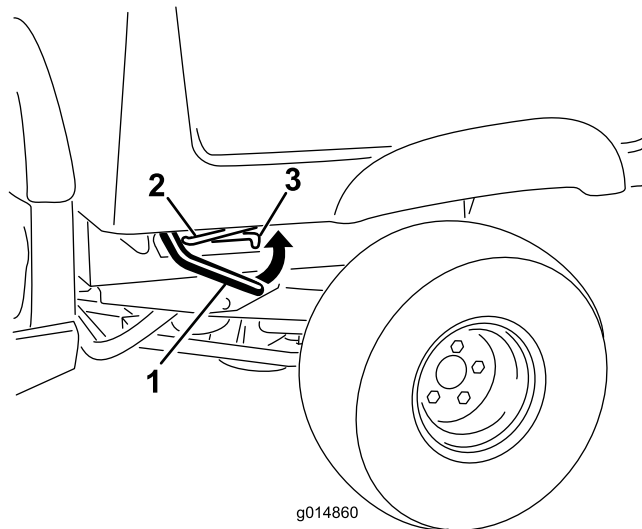

図 11
1. 荷台の前側の角部ちかくにあるラッチレバーを持ち上げて、荷台を上昇させる 図 11。
2. 荷台が上がったら、車体の左側ブレームについている支え棒を、荷台の底部についているスロットの奥までいれて荷台を支える 図 11。
1. ラッチバーを引き上げて荷台をかるく持ち上げる [図 11]。
2. 荷台の底部のスロットにはめ込んであった支え棒を外す [図 11]。
3. ラッチがかかるまで荷台を確実に降ろす [図 11]。